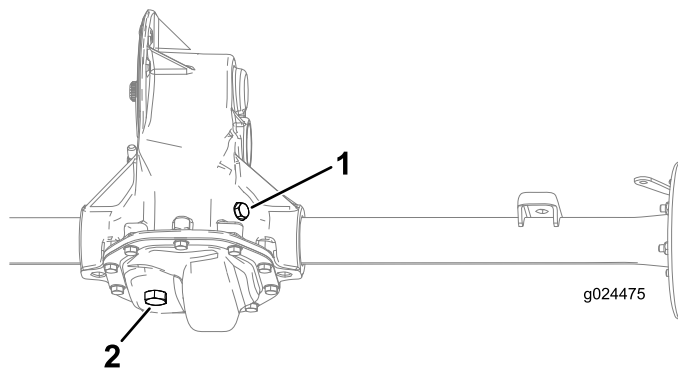

Figure 46
2. Enlevez le bouchon de remplissage de la boîte-pont (Figure 46).
3. Si le niveau d'huile est trop bas, enlevez le bouchon de remplissage et ajoutez de l'huile spécifiée jusqu'à ce qu'elle ressorte par le trou (Figure 46).
1. Placez un bac de vidange sous le bouchon de vidange (Figure 46).
2. Enlevez le bouchon de remplissage et le joint (Figure 46).
3. Enlevez le bouchon de vidange et le joint et vidangez toute l'huile (Figure 46).